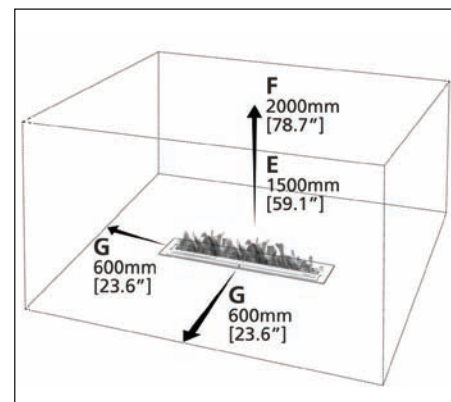

ABB. 4
B. BRENNER PLATZIERUNG „OHNE FIREBOX“ (ABB. 4)